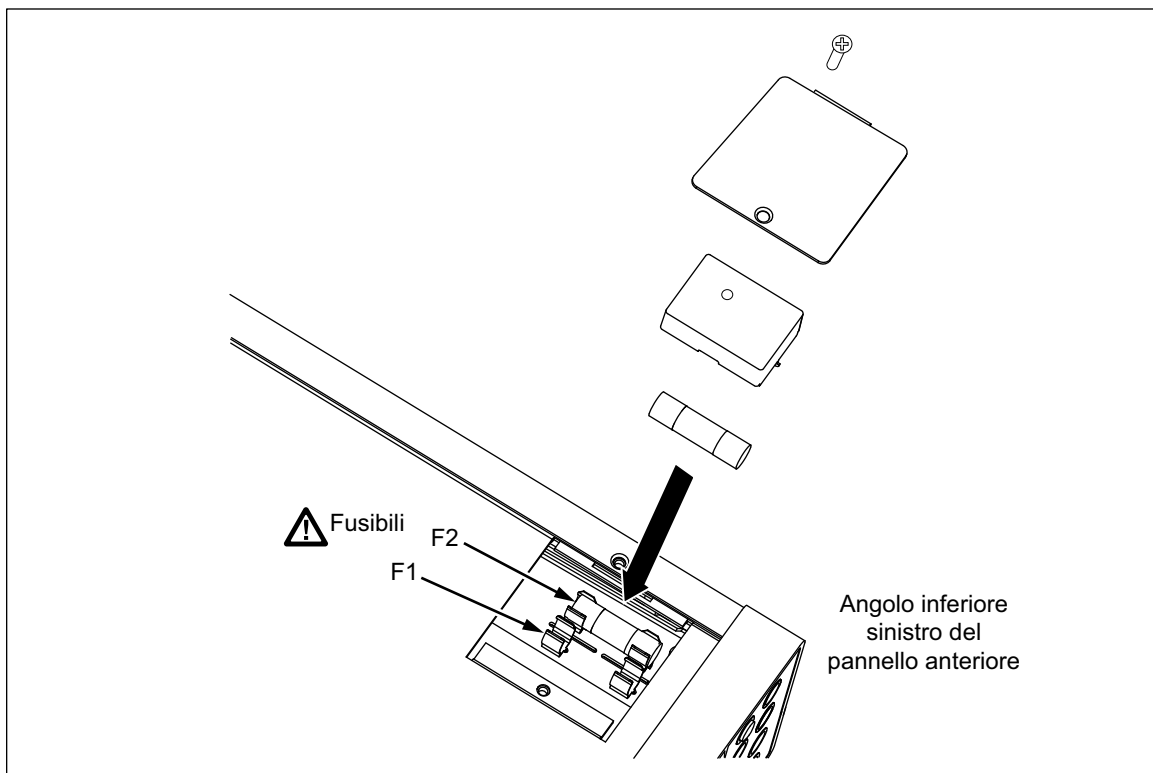

Figura 2-2. Sostituzione dei fusibili degli ingressi di corrente
3. Svitare la vite di fissaggio dallo sportello del vano portafusibili posto nella parte inferiore del multimetro. Vedere Figura 2-2.